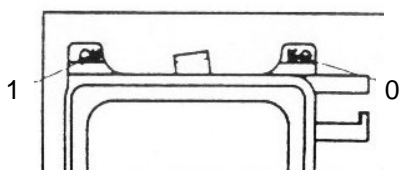

Fig. 8
El regulador de aire secundario está en la parte superior de la puerta del fuego y puede configurarse según el tipo de combustible usado, leña (1) o carbón (0) (Fig. 8).